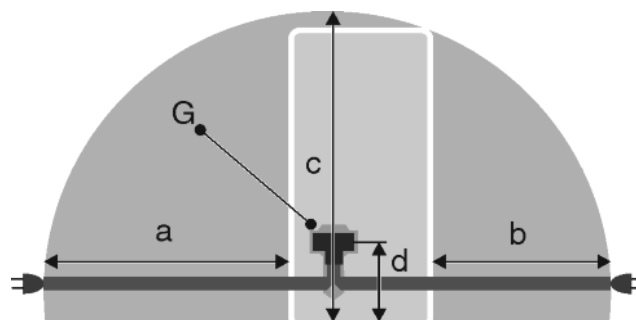

Fig. 51
- De contactdoos bevindt zich buiten het bereik van de achterzijde van het apparaat in het desbetreffende gedeelte *Fig. 51 (a, b, c)*.
- ▶ Breng de apparaatstekker *Fig. 51 (G)* aan de achterzijde van het apparaat aan. Let op het correct vastklikken.